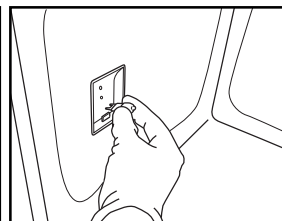

Fig. 8
4. Înlocuiți becul (vezi nota pentru tipul becului) (Fig. 8).